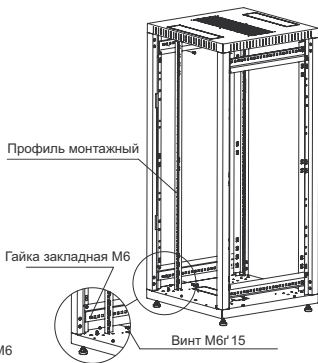

Рисунок 6 – Установка монтажных профилей
4.3.5 Для установки профилей монтажных вертикальных 19" вставьте закладные гайки М6 в квадратные отверстия боковых профилей с внешней стороны шкафа с учетом требуемой полезной глубины, профили монтажные закрепите винтами M6f 15 с полукруглой головкой (рисунок 6). Глубина установки профиля монтажного при необходимости регулируется с шагом 20 мм.